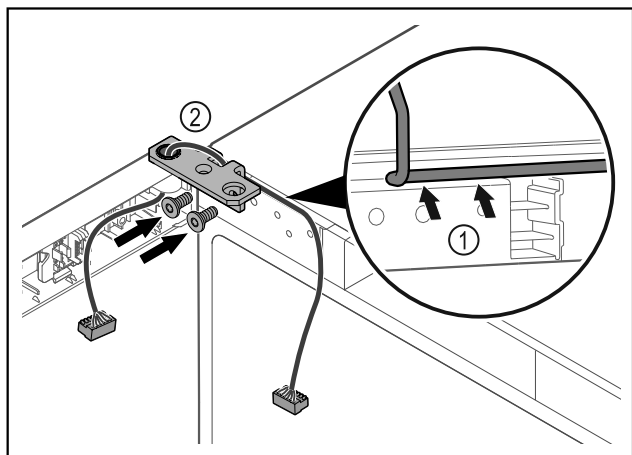

Fig. 40
- ▶ Poprowadzić kabel przez wgłębienie w zawiasie i ostrożnie go ułożyć Fig. 40 (1).
- ▶ Przykręcić zawias Fig. 40 (2).